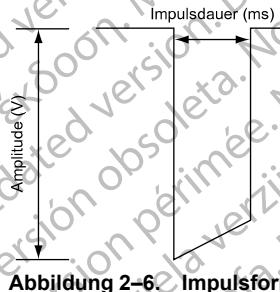

Abbildung 2–6. Impulsform
- Die an das Herz abgegebene Energie ist direkt proportional zur Impulsdauer; eine Verdopplung der Impulsdauer verdoppelt die abgegebene Energie. Daher kann die Programmierung einer geringeren Impulsdauer bei Beachtung einer angemessenen Sicherheitsmarge die Funktionsdauer der Batterie verlängern. Achten Sie bei der Programmierung permanenter Impulsdauer-Werte unter 0,3 ms darauf, einen Stimulationsverlust (Loss of Capture) zu vermeiden (Abbildung 2–6 Impulsform auf Seite 2–19).
Die Impulsamplitude, oder die Spannung des Stimulationsimpulses, wird an der Anstiegsflanke des Stimulationsimpulses gemessen (Abbildung 2–6 Impulsform auf Seite 2–19).